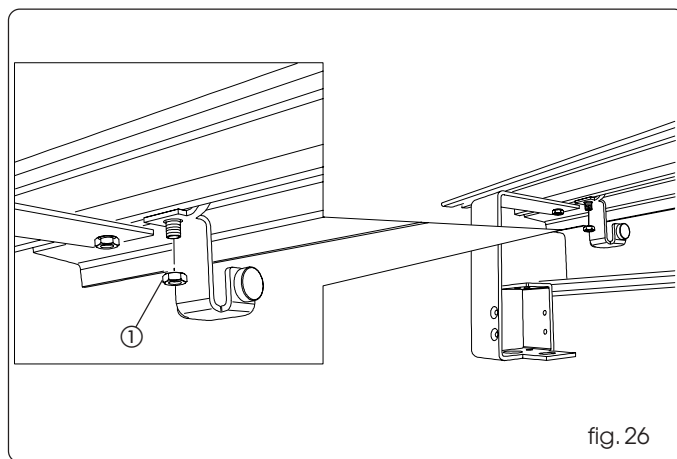

fig. 26
desserrer les écrous de blocage des arrêts mécaniques (fig. 26 réf. ①) et les amener aux extrémités de la poutre.